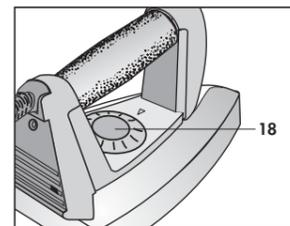

Fig. 19
- Premere il tasto di comando vapore (19) posto sull'impugnatura del ferro da stiro, per attivare o disattivare la funzione di erogazione del vapore. Fig. 19 bis
Fig. 19 bis